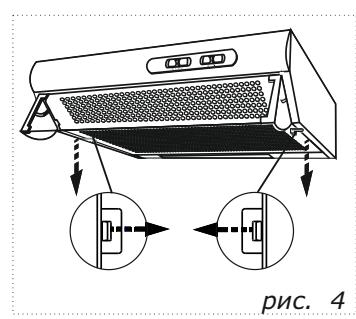

рис. 4
- откройте решетку (рис.4);
- открайте решетку сместив зажимы по направлению стрелок (рис.4);
- снимите решетку с фильтром (рис. 4);